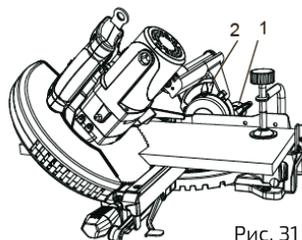

Рис. 31
1. Когда требуется произвести наклонный распил, следует ослабить ручку блокировки наклона (1), повернув ее по часовой стрелке (рис. 31).
2. Наклонить режущий блок на требуемый угол, используя шкалу наклона (2).
3. Диск можно расположить под любым углом – от 90° прямого распила (0° на шкале) до наклона на 45°. Затянуть ручку блокировки наклона (1), чтобы зафиксировать режущий блок в заданном положении. Неподвижные упоры позволяют выставить угол 0° и 45°.
2. Установить требуемый угол наклона с помощью ручки блокировки наклона (1) (см. рис. 31).